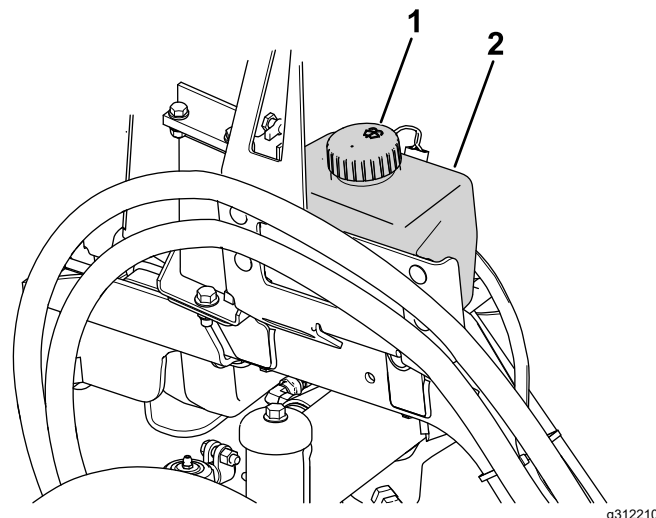

Figura 81
1. Togliete il tappo (**Figura 81**) dal serbatoio.